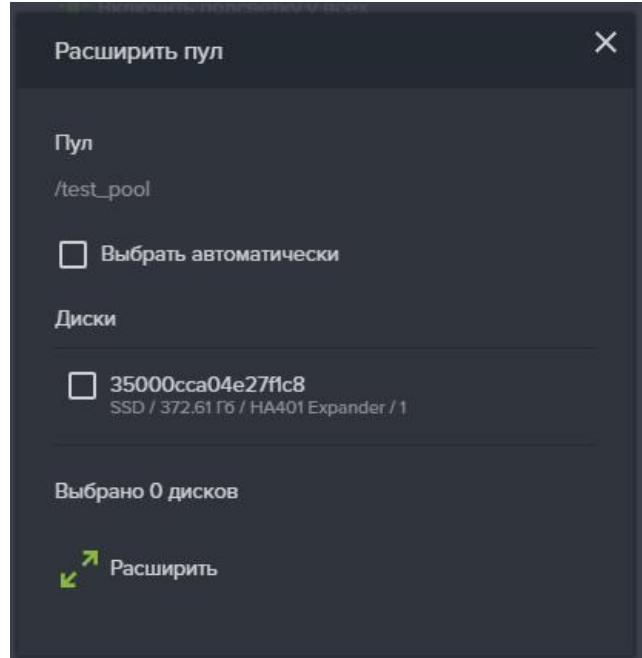

Рисунок 36. Добавление дисков в пул
4. Нажать на кнопку «Расширить пул», откроется одноименное окно (см. Рисунок 36);